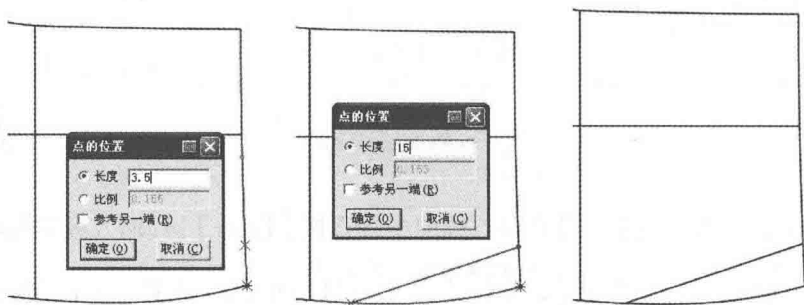

图 7-17 画侧袋
(16) 选择  【智能笔】工具在腰口线上取侧袋宽 3.5cm, 在侧缝线上取侧袋深 15cm, 并连接袋口线(图 7-17)。